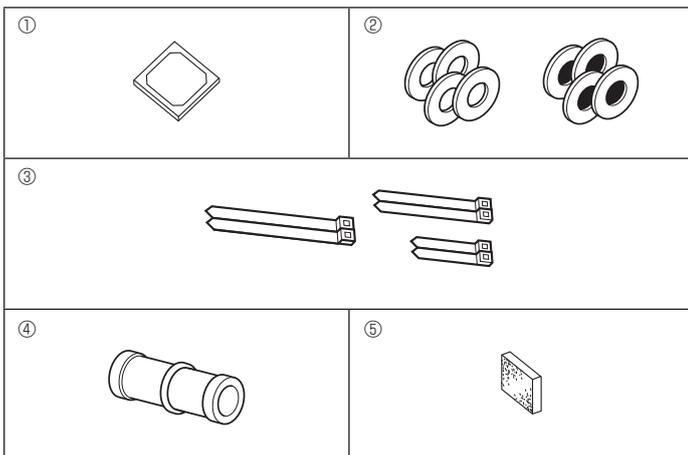

Fig. 2-1
2.1. Zubehörteile des Innengerätes prüfen (Fig. 2-1)